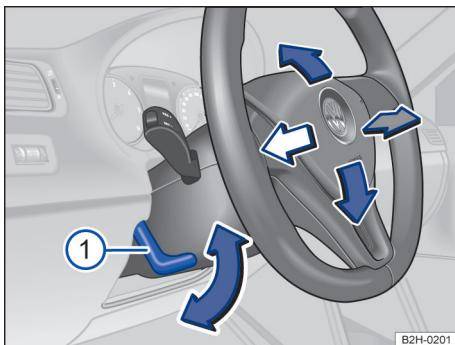

Fig. 56 Ajustar a posição do volante mecanicamente.
- Virar a alavanca → **Fig. 56 ①** para baixo.
- Virar a alavanca → Fig. 56 ① sempre com firmeza para cima após o ajuste, para que o volante não mude de posição involuntariamente durante a condução.